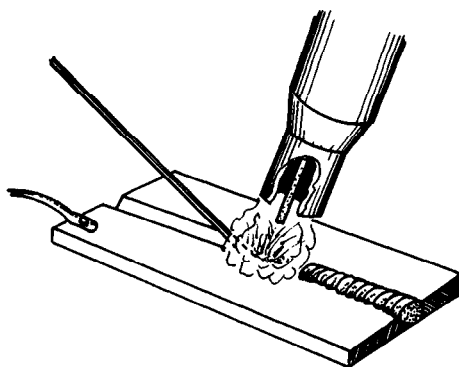

Figura 3.23
- d) Deposite un cordón con metal de aporte según figura 3.23.